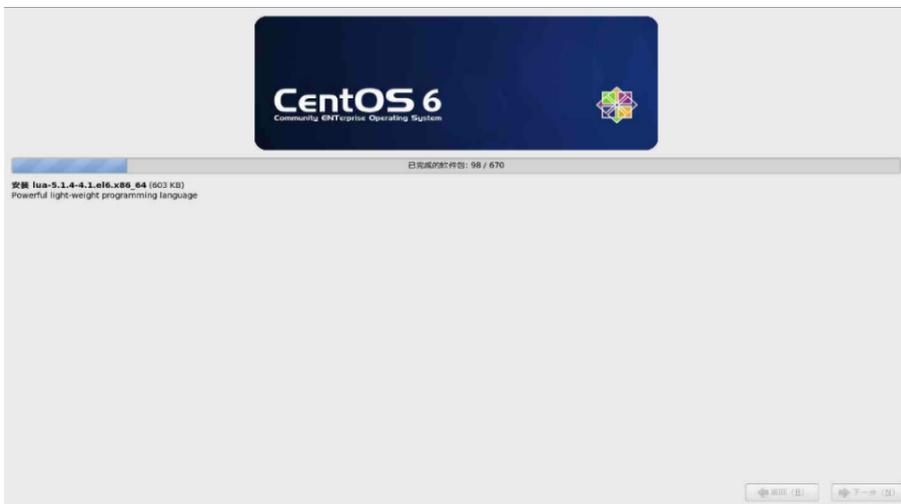

图 6-41
- v. 准备好后，单击继续，系统进入安装过程，请耐心等待安装完成。如图 6-41 所示。